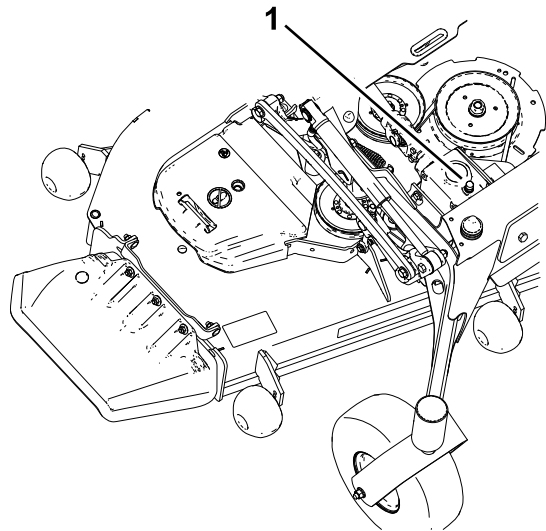

Bild 55
5. Nehmen Sie den Peilstab bzw. die Füllschraube oben am Getriebe ab und stellen Sie sicher, dass der Ölstand zwischen den Markierungen am Peilstab liegt (Bild 55).